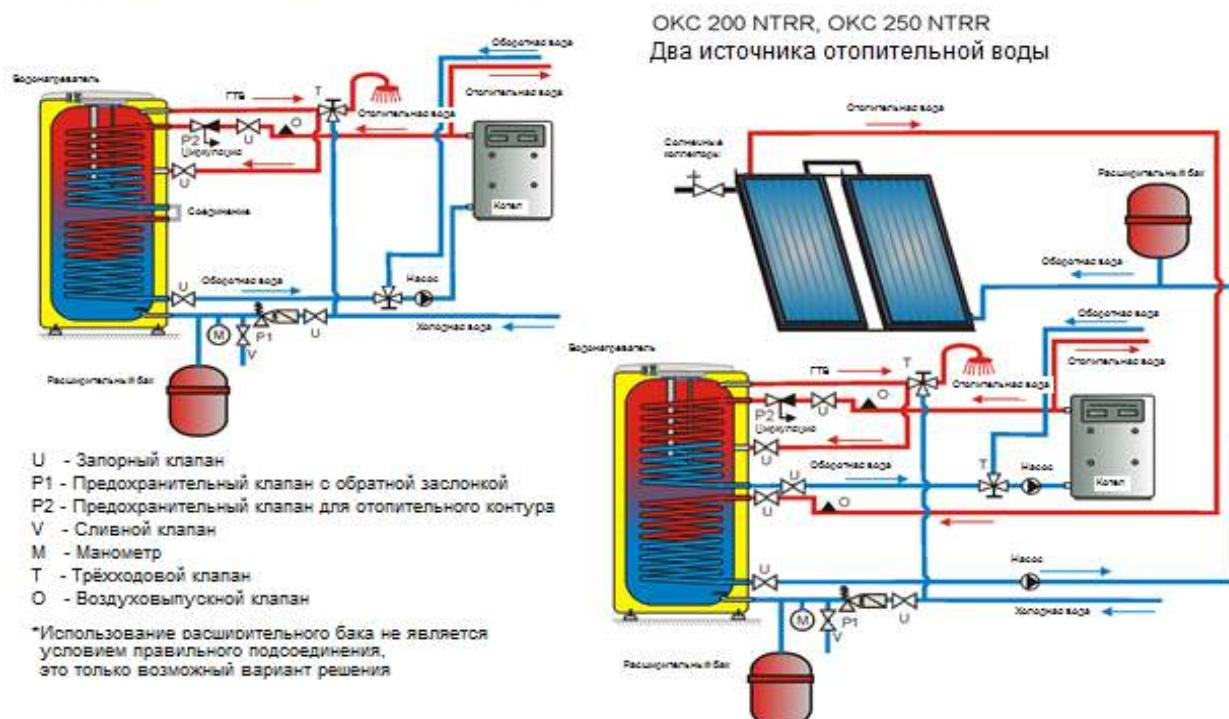

Рисунок 12
Подключение водонагревателей к водопроводу показано на (Рисунок 12, Рисунок 13, Рисунок 14, Рисунок 15). Для возможного отключения водонагревателя на входах и выходах воды необходимо смонтировать резьбовые соединения Du 3/4". Если линия горячей воды оборудована циркуляционным контуром, подключается «обратка» к входу, обозначенному как ЦИРКУЛЯЦИЯ. Типы 100, 125, 160 NTR и 100, 125, 160 NTR / HV оснащены сливным выходом. У типа 200 и 250 NTR(R) на вход горячей воды необходимо установить Т-образную арматуру со сливным клапаном. Водонагреватель должен быть оборудован предохранительным клапаном. Предохранительный клапан устанавливается на впуске холодной воды, который обозначен синим кольцом. Рекомендуем как можно более короткую линию горячей воды, отводимой от водонагревателя, это уменьшит потери тепла. Водонагреватели должны быть оборудованы сливным клапаном на впуске холодной воды в водонагреватель для возможного демонтажа или ремонта.